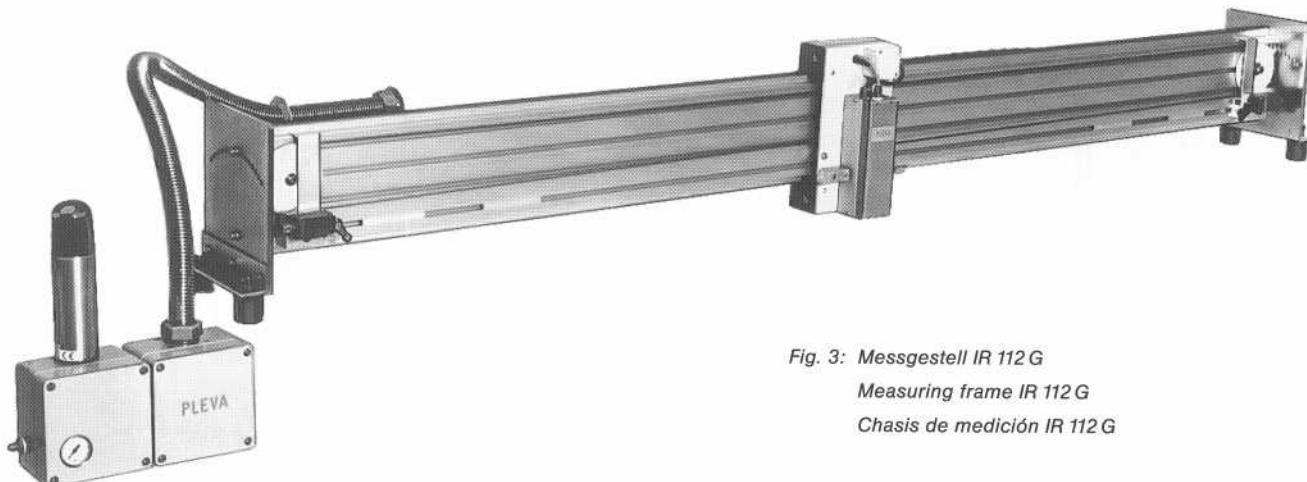

Fig. 3: Messgestell IR 112 G
1. Messgestell IR 112 G (Fig. 3)
1. IR 112 G measuring frame (Fig. 3)
1. Chasis de medición IR 112 G (Fig. 3)